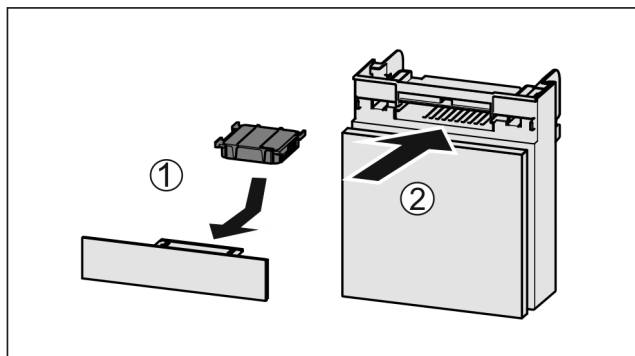

Fig. 169
- ▶ Įdėkite Fig. 169 (1) aktyviosios anglies filtrą pagal paveikslėlį.
- ▶ Įstumkite Fig. 169 (2) stalčių.